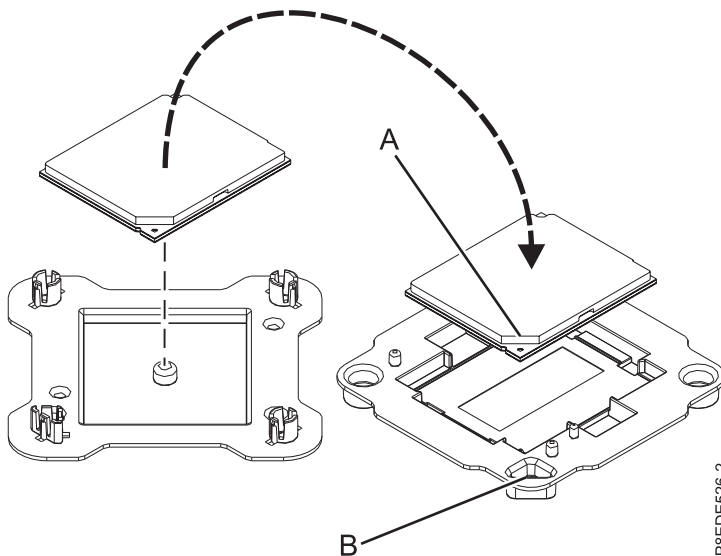

Figure 19. Positionnement du module processeur système dans l'emballage
10. Saisissez légèrement par les côtés le module processeur système que vous avez remplacé et soulevez-le hors du couvercle de l'emballage. Alignez l'angle biseauté du module (A) avec l'angle de l'emballage comportant un trou en forme de triangle (B) et placez-le dans l'emballage, comme illustré dans la figure 19. Fermez le couvercle de l'emballage.